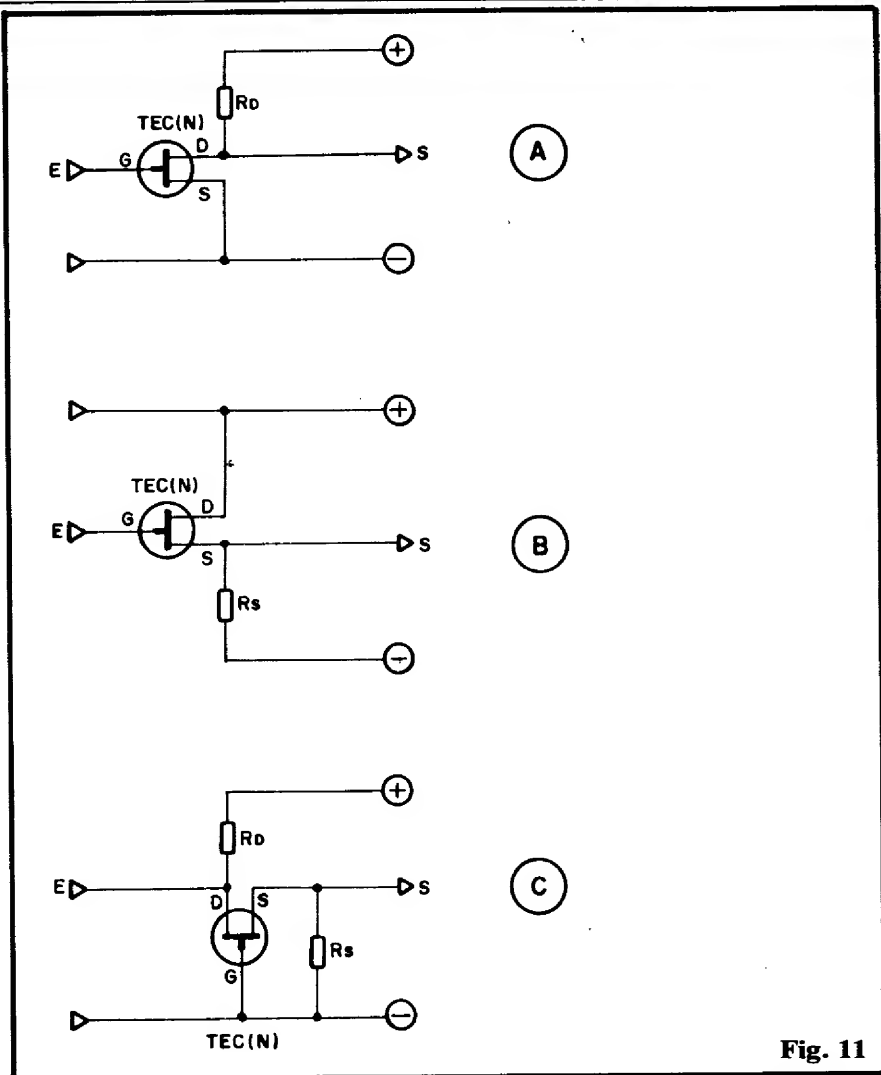

Fig. 11
- **IG** - Máxima corrente de porta (G). O que determina tal parâmetro é a **tensão** aplicada ao G e a própria impedância interna do TEC. É um parâmetro facilmente controlado pelos próprios resistores de polarização e de Entrada do gate.
- **IDSS** - Corrente máxima de **dreno** (D), com a **fonte** (S) curto-circuitada à **porta** (G). Limita automaticamente o quanto se pode obter de corrente na saída de um circuito típico com TEC.
- **FIG. 11** - Assim como ocorre com os transistores bipolares comuns,